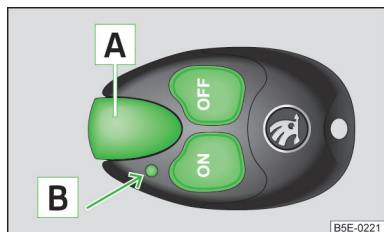

Fig. 128
**Description de l'image » fig. 128**
Affichage du voyant B » fig. 128	Signification
Affichage du voyant  » fig. 128	Signification